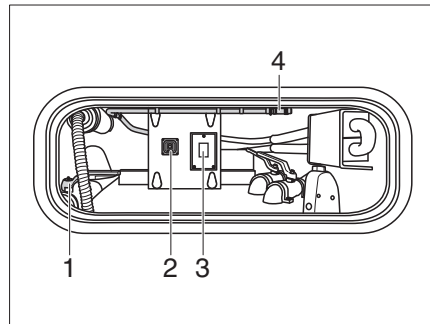

Fig. 388 Risciacquo della cassetta della toilette sminuzzatrice (vista nella cassa di stivaggio)
- Aprire il rubinetto di svuotamento (Fig. 388,1).
- Premere l'interruttore (Fig. 388,3).
- Azionare l'interruttore (Fig. 388,2) per la pompa di svuotamento.
- Sganciare il tubo flessibile di lavaggio del serbatoio (Fig. 388,4) dalla cassa di stivaggio e collegarlo a un punto di prelievo dell'acqua di rete.
- Dopo il risciacquo, staccare il tubo dal punto di prelievo dell'acqua di rete e riporlo nella cassa di stivaggio (Fig. 388,4).
- Chiudere il rubinetto di svuotamento (Fig. 388,1).